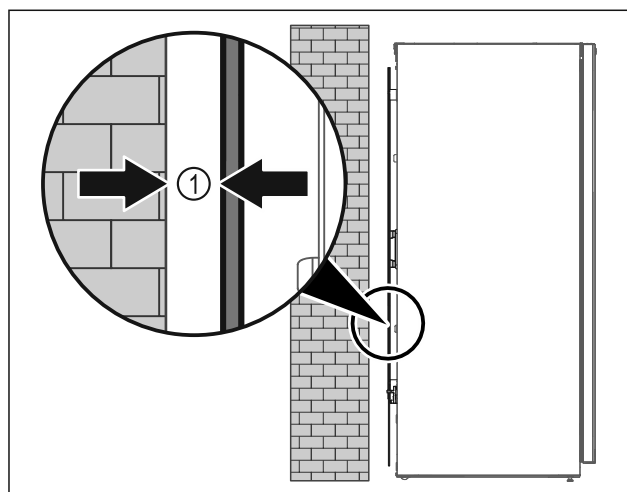

Fig. 10
- ▶ Instalați aparatul fie liber în încăpere sau direct la un perete cu o distanță minimă de 5 mm Fig. 10 (1).